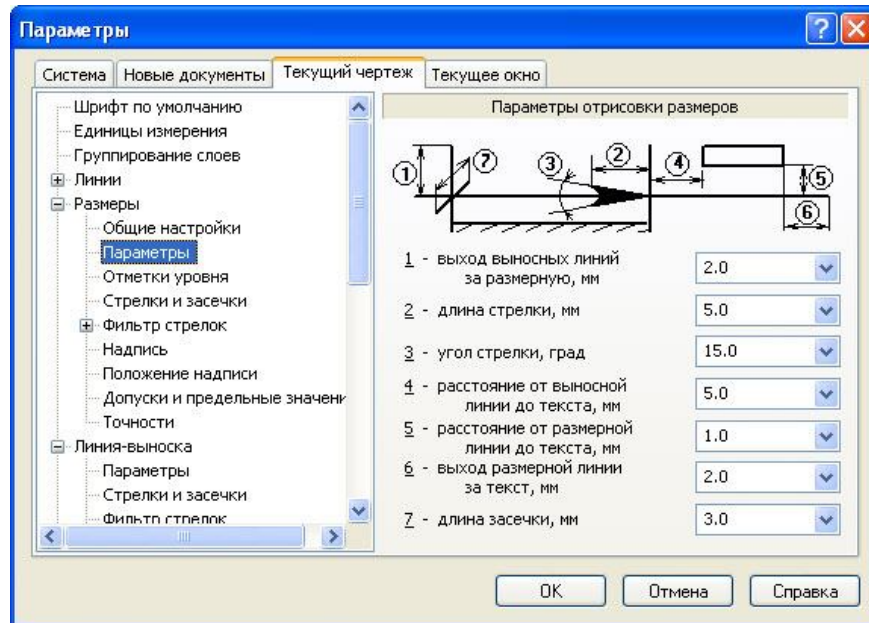

Рис. 2.7. Пункт главного меню **Сервис - Параметры**
- викликати команду **Сервис - Параметры...** - **Текущий чертеж**. Розкрити розділ **Размеры** в лівій частині вікна, що з'явився (рис.2.7).